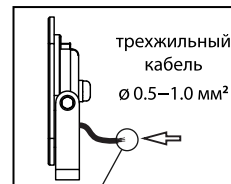

Рис.2
4. Обесточьте сетевой кабель питания и подключите к проводу прожектора (Рис.2).